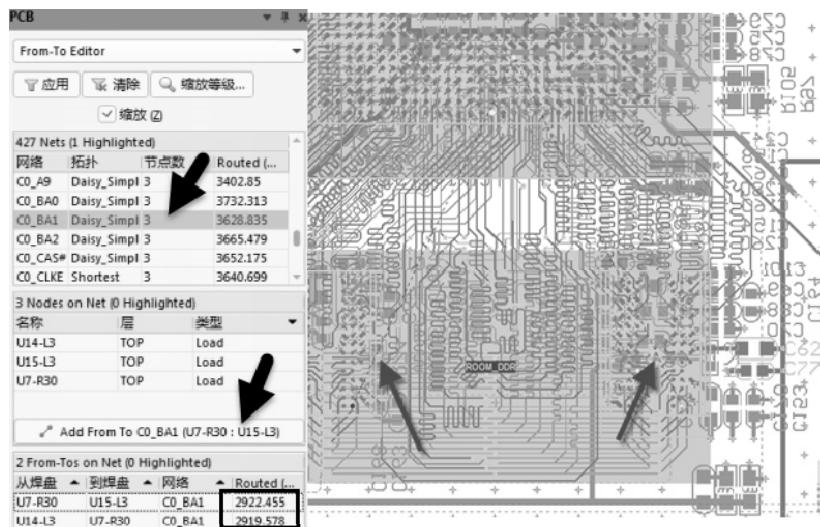

图 10-120 From To 等长绕线
(2) 选中需要 T 点等长的网络，如“C0_BA1”，在弹出的网络节点中，选择“U14-L3”和“U7-R30”，然后单击“Add From To C0_BA1 (U14-L3; U7-R30)”按钮，创建一条单边 From To 连线，再选择“U7-R30”和“U15-L3”，单击“Add From To C0_BA1 (U7-R30; U15-L3)”按钮，添加该网络的另一条边的 From To 连线，如图 10-120 中左图所示。
(3) 这时可以从图 10-120 中右图中看到两条虚线，这就是创建的 From To 连线，分别表示的是从 CPU 焊盘到两片 DDR 焊盘的距离，符合等长的原则要求。图 10-120 中左图中长方框标记处是两条走线的长度，也是需要等长的两个数据。这个时候不需要管分支或者主干道，在分支或者主干道上绕线保证这两个数据在误差范围之内即可。